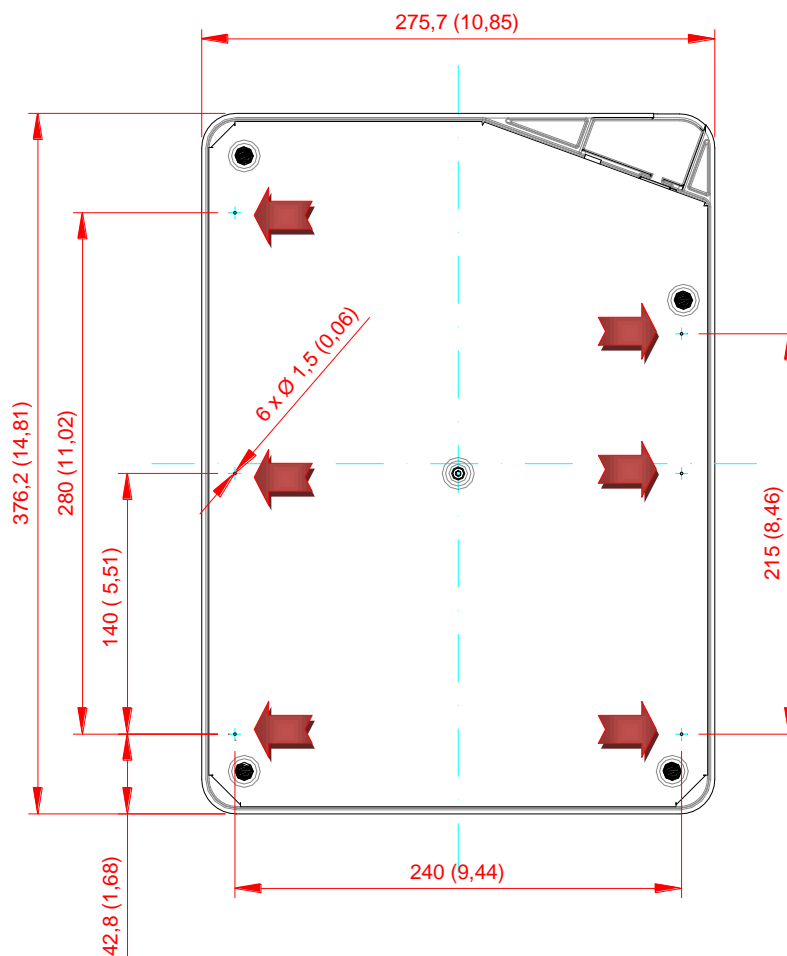

Abbildung 1: AußenmaÙe und Position der Befestigungsdurchbrüche (Unterseite)
Für die Montage des Shielded Pad-Readers unter einer Tisch- oder Montageplatte sind zunächst die Durchbrüche (max. 4,5mm \varnothing) herzustellen. Die Position für die Durchbrüche sind im Gehäuseunterteil durch 1,5mm \varnothing Bohrungen angedeutet (siehe Abbildung 1).
1. Mit einem 4,5mm \varnothing Metallbohrer können an den vorgesehenen Befestigungsdurchbrüchen (siehe Abbildung 1) bis zu 6 Bohrungen durchgeführt werden. Im Normalfall sollten 4 Bohrungen ausreichend sein. Die Bohrungen müssen von der Rückseite (Metallplatte) der Antenne ausgeführt werden und die Acrylglasplatte durchstoßen.